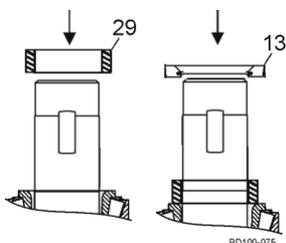

Ilustración 59 - Instalación de la junta trasera
1. Instale los separadores de engranajes (Ilustración 59, elemento 29).
3. Instale las juntas para aceite con el resorte orientado hacia afuera (Ilustración 59, elemento 13).